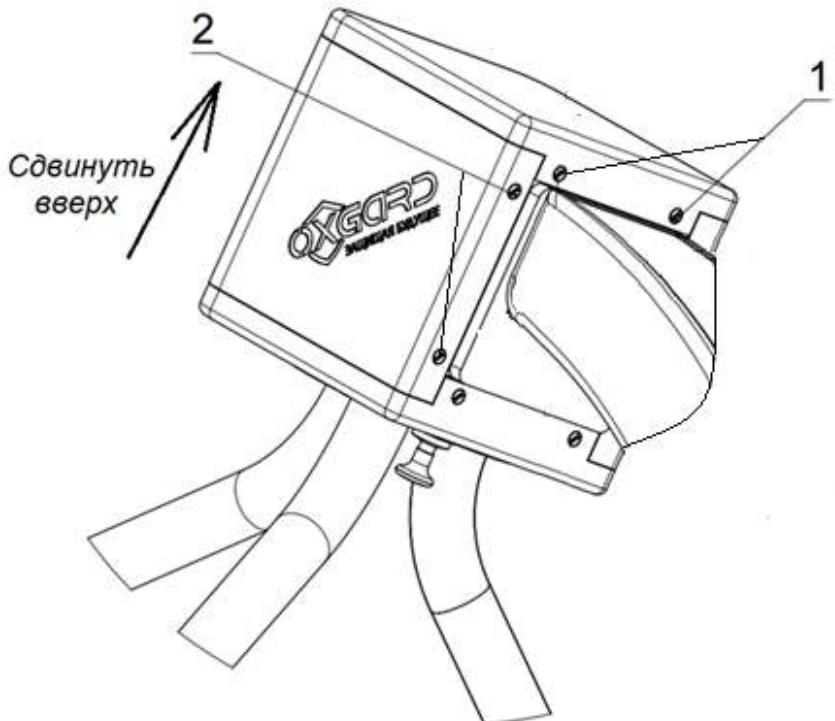

Рис. 9.
Для удобства подключения турникета и доступа ко всем необходимым контактам нужно выполнить его частичную разборку. В данный объем работ входит демонтаж защитного кожуха. Для этого нужно открутить два винта (1) и четыре винта (2), плавно сдвинуть кожух вверх на небольшое расстояние, так чтобы не оборвать кабель, идущий к панели индикации (рис. 9). Отсоединить кабель от платы индикации.